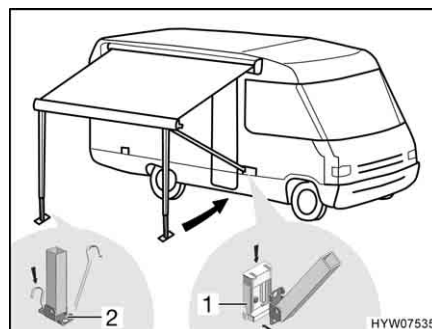

Fig. 35 Fissaggio dei montanti di supporto
- Incastrare i montanti di supporto nei supporti (Fig. 35,1) sul veicolo oppure fissarli sul terreno con dei puntelli (Fig. 35,2).